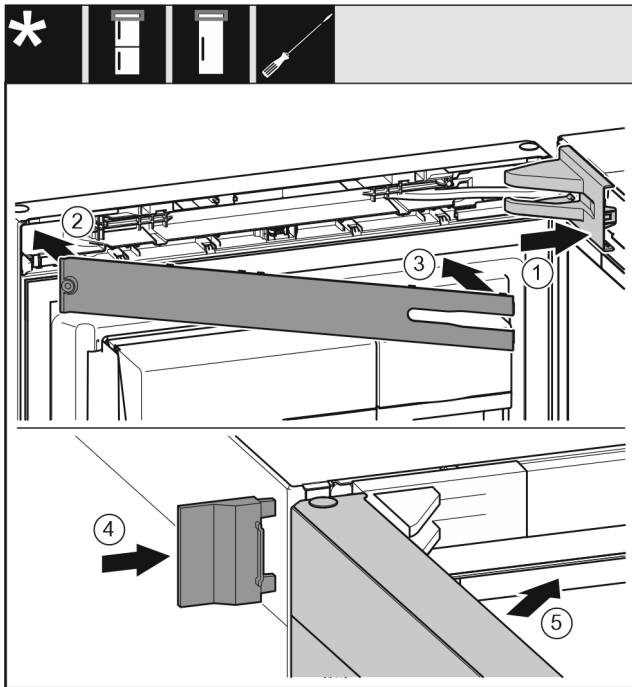

Fig. 24
- Lagerbockabdeckung aufsetzen und einrasten, ggf. vorsichtig auseinanderdrücken. Fig. 24 (1)
- Blende aufsetzen. Fig. 24 (2)
- Blende einschwenken und einrasten. Fig. 24 (3)
- Äußere Abdeckung aufschieben. Fig. 24 (4)
- Obere Tür schließen. Fig. 24 (5)